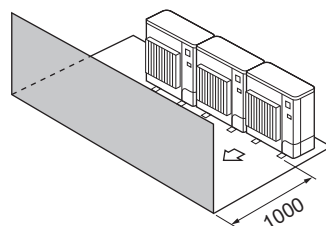

Fig. 2-15
- (3) Obstáculos apenas na parte da frente (Fig. 2-15)